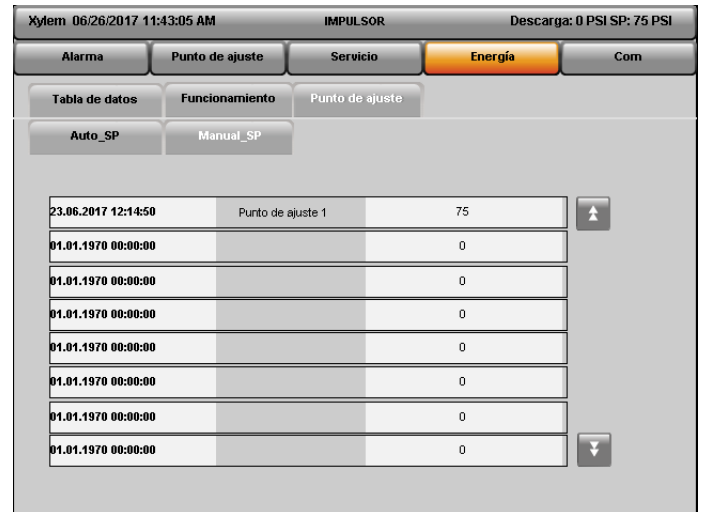

Figura 5.6.7: Punto de ajuste manual
- Punto de ajuste manual:** La página para el registro del punto de ajuste manual se muestra en la Figura 5.6.7. El punto de ajuste cambiado a través del punto de ajuste fijo y el punto de ajuste programado se registrarán junto con la marca de fecha/hora.